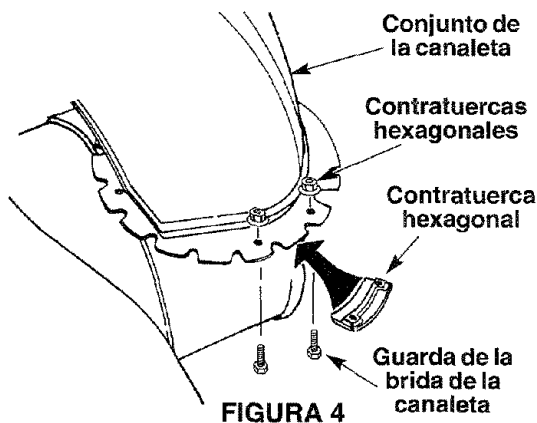

FIGURA 4
- Inserte el perno hexagonal a través de la guarda de la brida de la canaleta y del conjunto de la canaleta según se muestra en la figura 4. Asegure con la contratuercas hexagonal.